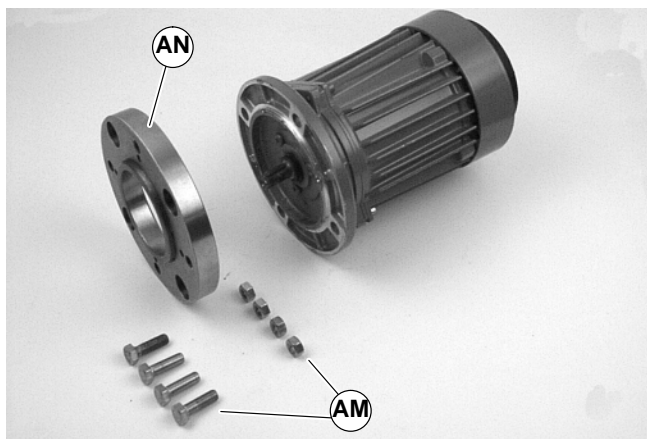

Abbildung 22
4. Vier (4) Schrauben und Muttern entfernen (AM siehe Abbildung 22) entfernen. Adapterflansch (AN) entfernen.